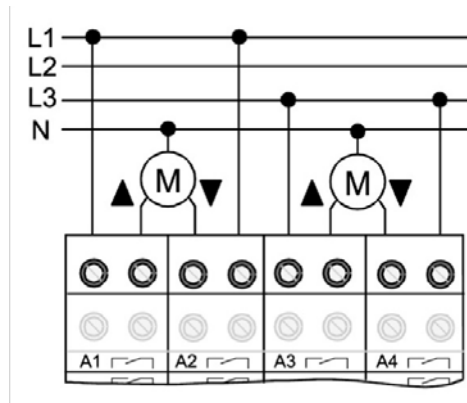

Fig. 2: Elektrischer Anschluss für 230 V-Antriebsmotoren im Jalousiebetrieb
- Antriebsmotoren gemäss Fig. 2 anschliessen (Anschlussbeispiel).